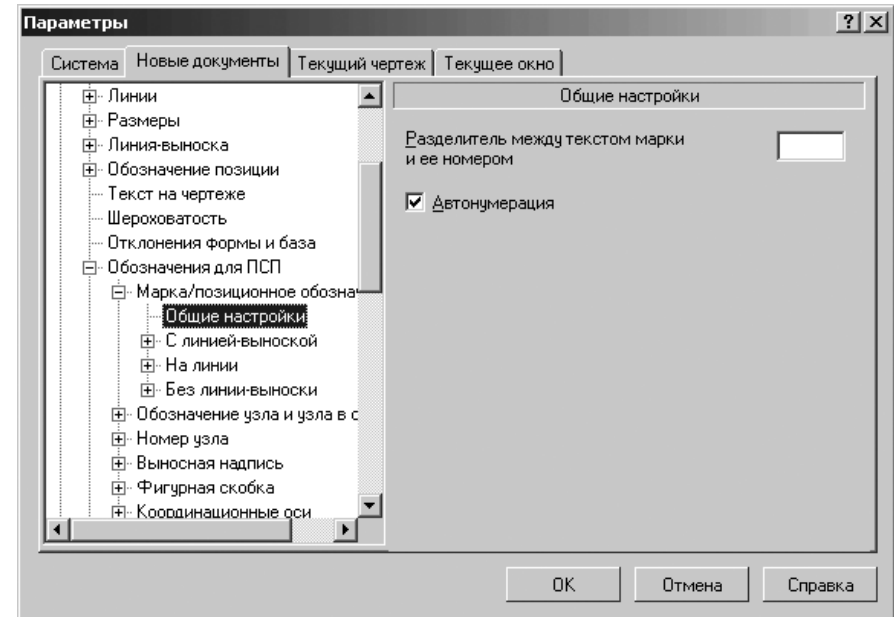

Рис. 10.48. Диалоговое окно **Параметры** с открытой вкладкой **Новые документы** и панелью **Общие настройки**
- щелкните в списке настраиваемых элементов **Обозначения для ПСП** по пункту **Общие настройки**. В правой части появится панель **Общие настройки**, показанная на рис. 10.48.